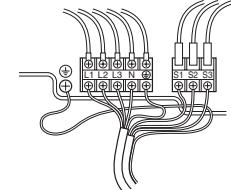

Fig. 7-2
### 7.1. Наружный прибор (Fig. 7-1, Fig. 7-2)
- ① Снимите защитную панель.
- ② Подсоедините кабели, как указано на Fig. 7-1 и Fig. 7-2.